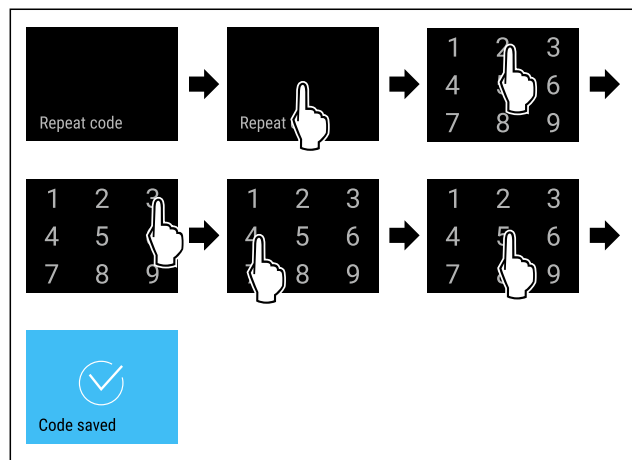

Fig. 99
- ▶ Efectuați pașii de acțiune (vezi Fig. 99).